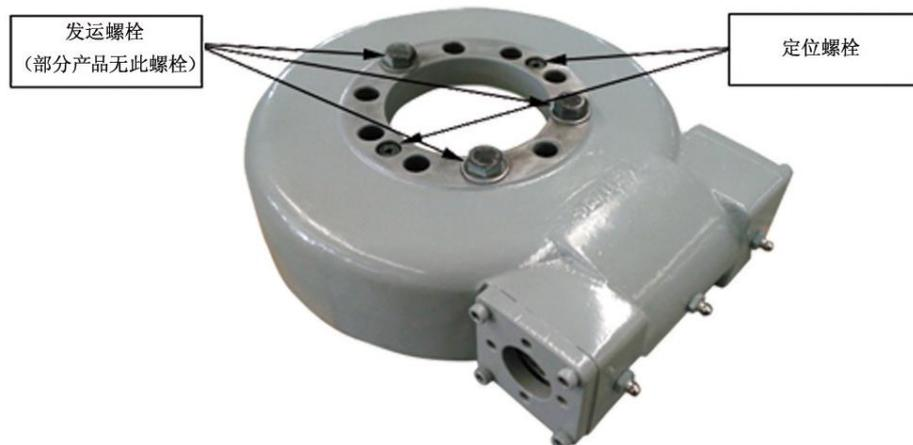

图 2-3
3. 安装时图 2-3 中的定位螺栓不能松动，发运螺栓拆除后方可进行安装。